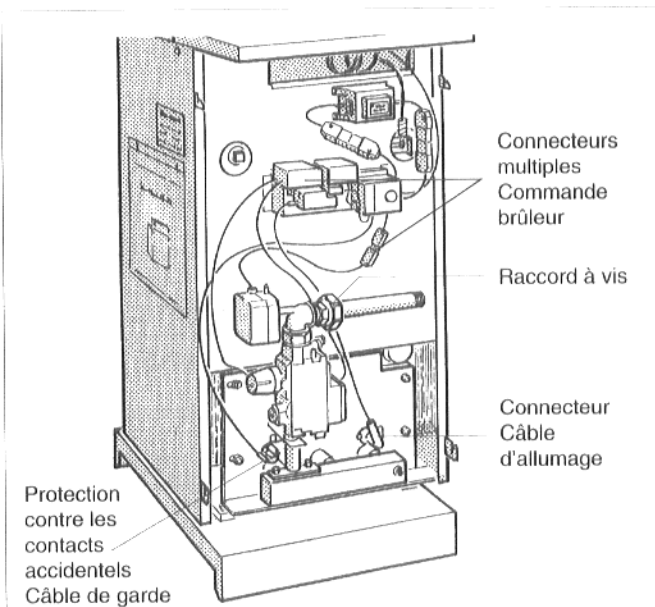

Fig. 28
- ✦ Séparer le brûleur du raccord à vis de la conduite d'alimentation (fig. 28).
- ✦ Enlever la protection contre les contacts accidentels du câble de garde (fig. 28 ou 29) et débrancher le connecteur multiple ; 2 éléments à partir du modèle 73.
- ✦ Débrancher le connecteur du câble d'allumage (fig. 28 ou 29) de l'électrode d'allumage ; 2 éléments à partir du modèle 73.